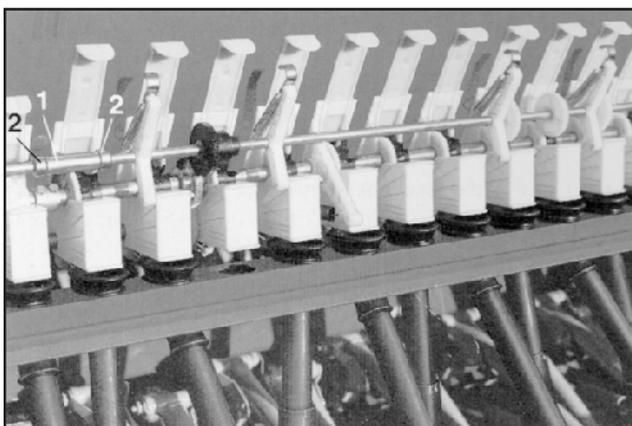

Рис. 24.8
- Крепление (рис. 24.8/1), которое аксиально фиксирует промежуточный вал, входит в паз корпуса высевающего аппарата. Это крепление выходит из паза при откидывании промежуточного вала и закрепляется снова после произведенного монтажа. Крепление (рис. 24.8/1) фиксируется аксиально на промежуточном вале при помощи установочных колец (рис. 24.8/2).